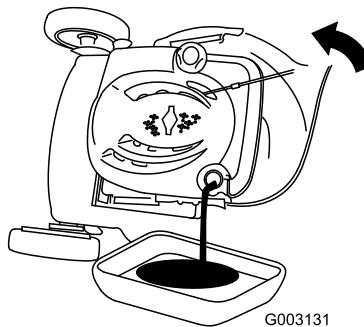

Figure 47
- Inclinez la tondeuse sur le côté (filtre à air vers le haut) pour vidanger l'huile usagée par le goulot de remplissage (Figure 47).